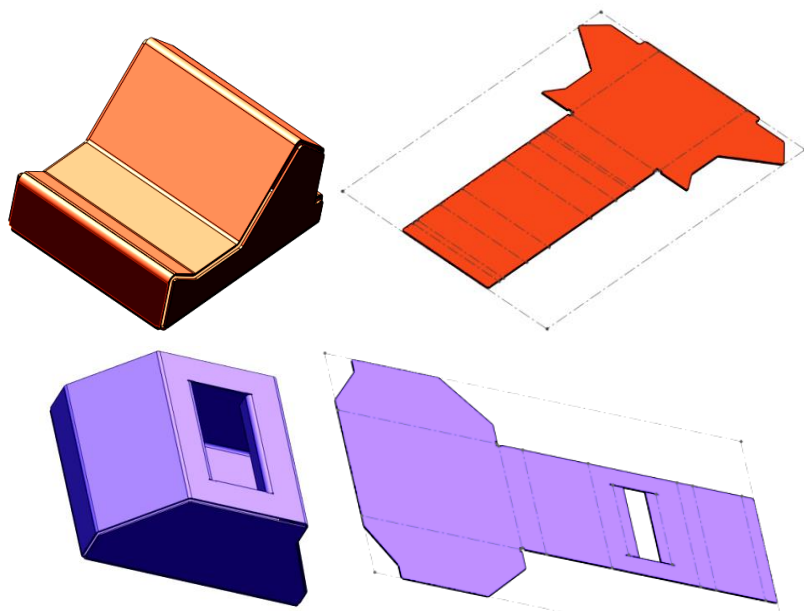

Рис.2. Приклади використання інструменту *Перетворити у листовий метал*
5. Перетворити твердотільну модель у деталь з листового металу та відобразити її розгортку. Приклади результату перетворення представлені на Рис.2.